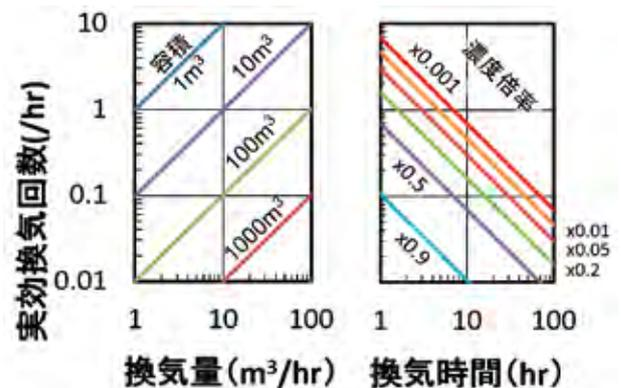

図2 簡易計算図
- ・さらに、計算機を使わずに答えを求められる簡易計算図(図2)を作成しました。